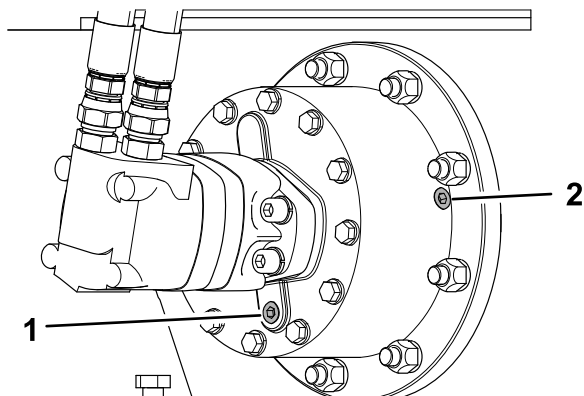

Figure 10
3. Déposez le bouchon de vidange supérieur, à la position 3 h sur le train planétaire, près de la plaque de fixation rapide (Figure 10).
3. Déposez le bouchon de vidange inférieur, à la position 6 h sur le train planétaire, et vidangez l'huile (Figure 10).